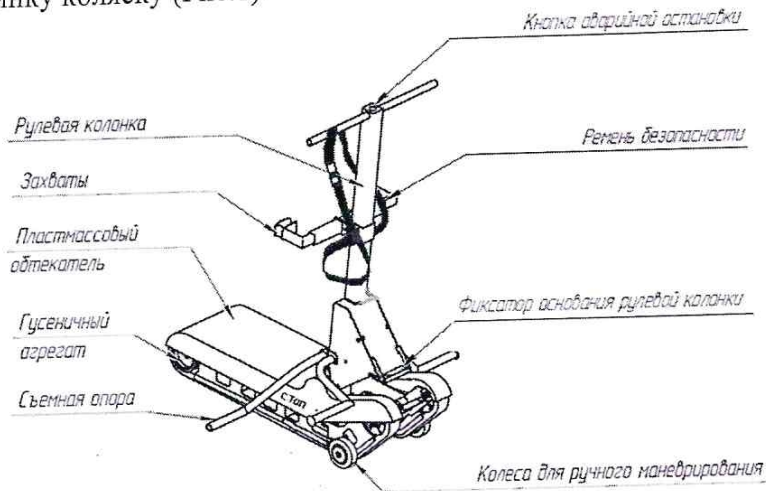
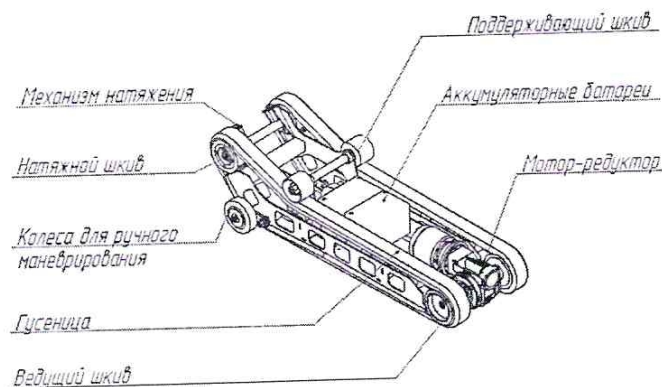
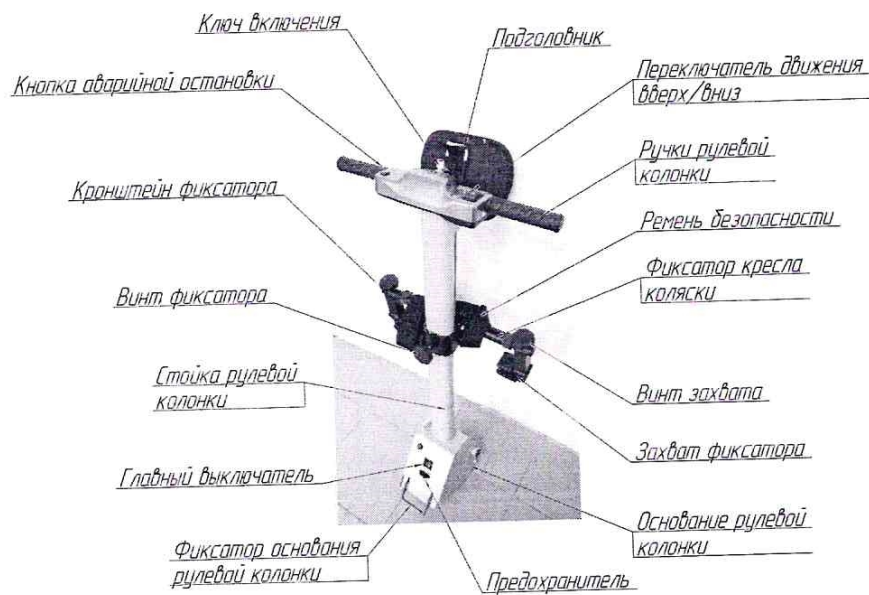
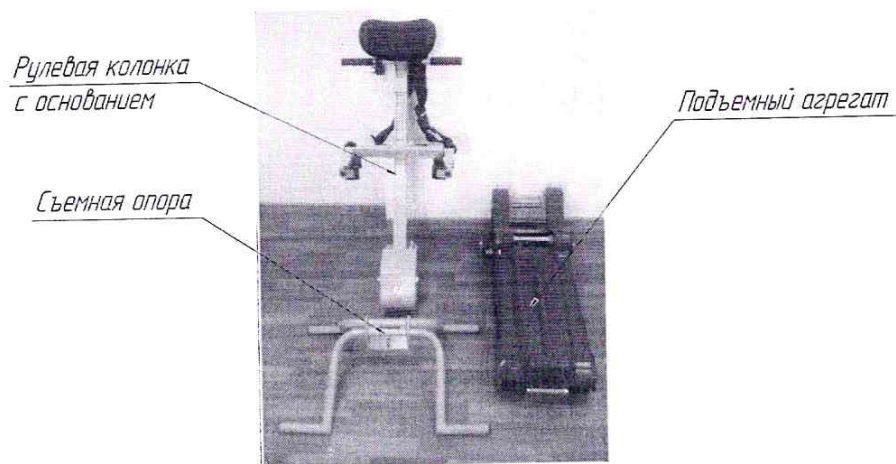

Рис.1. Подъемник Барс-УГП-130 без опциональной платформы
Рис.3. Подъемный агрегат без защитного кожуха
Рис.4. Рулевая колонка с основанием
Рис.7. Составные части подъемника
В этом случае кресло-коляска устанавливается на опоры для колес и закрепляется захватами за спинку коляску (Рис.1).
- **Подъемный агрегат** (Рис.3, 3а) выполняет функцию перемещения кресла-коляски с человеком по ступеням лестничных маршей. Подъемный агрегат закрытого типа, внутри которого размещен рабочий механизм с электрическим приводом.
В нижней части подъемного агрегата расположены по два колеса с каждой стороны, с помощью которых можно перемещать подъемник, от места установки на него кресла-коляски с человеком, до лестничного марша (Рис.3).
- **Рулевая колонка (штурвал)** (Рис.4) подъемника выполняет функцию обеспечения движения подъемника, закрепления с помощью фиксатора кресла-коляски с человеком на подъемник и обеспечивает удержание кресла-коляски на опорах при движении по лестнице.
Рулевая колонка с основанием устанавливается и фиксируется на подъемном агрегате с помощью фиксатора основания рулевой колонки (Рис.1, Рис.4) и фиксируется предохранительным фиксатором рулевой колонки (Рис.7а)
- **Съемная опора** (Рис.1) выполняет функцию надежной фиксации колес кресла-коляски на основании рулевой колонки и безопасного перемещения подъемника по лестнице. Для каждого заднего колеса кресла-коляски предусмотрены две опорные трубы.
- **Блок аккумуляторов** (Рис.3) выполняет функцию автономного обеспечения электропитанием систем управления и электродвигателя рабочего механизма. Установлен на раме агрегата под пластмассовым обтекателем (Рис.1).
Рис.3а. Габаритные размеры подъемника в сборе
Рис.4а. Габаритные размеры рулевой колонки
- **Переключатель «вверх/вниз»** (Рис.4 и 6а) выполняет функцию включения двигателя на движение подъемника вверх или вниз:
- **Кнопка аварийной остановки** выполняет функцию экстренной остановки подъемника в случае необходимости. Для экстренной остановки подъемника необходимо отжать кнопку аварийной остановки находящейся на панели управления (Рис.4). Для продолжения движения подъемника необходимо нажать кнопку аварийной остановки. В рабочем положении кнопка нажата и горит красным цветом.
В данном разделе рассматривается сборка/разборка подъемника только 3-х основных узлов (Рис.7):
Рис.7а. Рулевая колонка с установленной съемной опорой
Установку рулевой колонки к корпусу агрегата можно производить уже в сборе со съемной опорой (Рис.7а) предварительно закрепив ее к рулевой колонке.
- кнопка аварийной остановки (Рис.4) должна быть в нажатом положении и гореть красным цветом;
- нажать кнопку переключателя движения вверх/вниз (Рис.4) и убедиться, что гусеницы приходят в движение.
- вывернуть винты захвата (Рис.4) до упора, обеспечивая свободный захват спинки кресла-коляски захватами фиксатора;